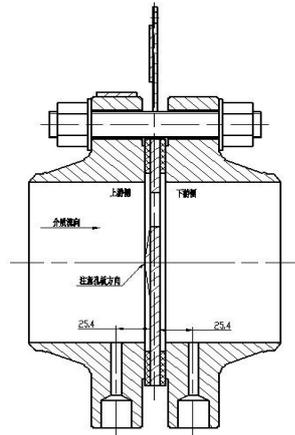

图 4 基本式结构 F
6.2.1 LGP 平衡流量计基本式结构 F 安装时考虑介质流向-图 4